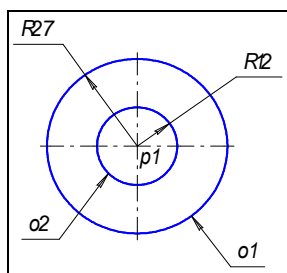

Рис. 66
3. Затем постройте окружность о2 без осевых линий радиусом 12 мм. Положение центра задайте в центре окружности о1 (точка p1) с помощью привязки **Ближайшая точка**, рис. 66.